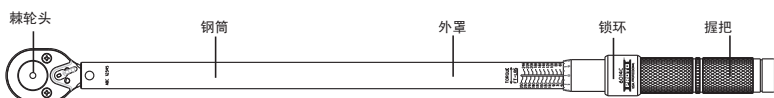

图 1: Proto® 扭矩扳手
2. 用另一只手，将握把上的锁定环滑动到底部，用拇指和食指解除握把的锁定装置（见第 28 页的图 1）。